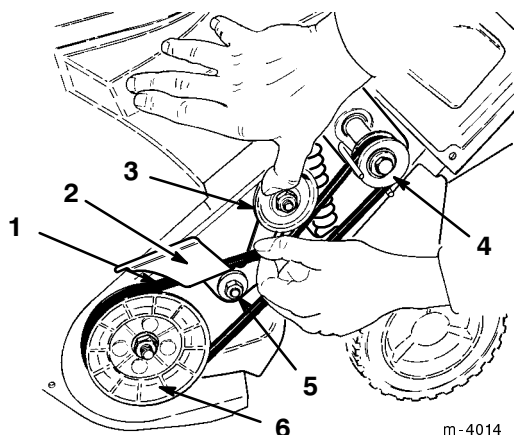

Figure 19
- Desserrez l'écrou de pivot de renvoi (Fig. 19).
- Déposez la courroie d'entraînement de la poulie de turbine (Fig. 19).
- Appuyez sur la poulie folle pour libérer le bras de frein et extraire la courroie qui se trouve derrière (Fig. 19).
- Déposez la courroie de la poulie d'entraînement (Fig. 19).
- Enroulez la courroie d'entraînement neuve autour de la poulie d'entraînement et derrière le bras de frein (Fig. 19).
- Saisissez la courroie d'entraînement, glissez-la sur la poulie de turbine et tournez la turbine de l'autre main jusqu'à ce que la courroie soit entièrement installée (Fig. 19).
- Serrez les écrous de montage du moteur et l'écrou de pivot de renvoi (Fig. 19) à 19,2-22,6 Nm.